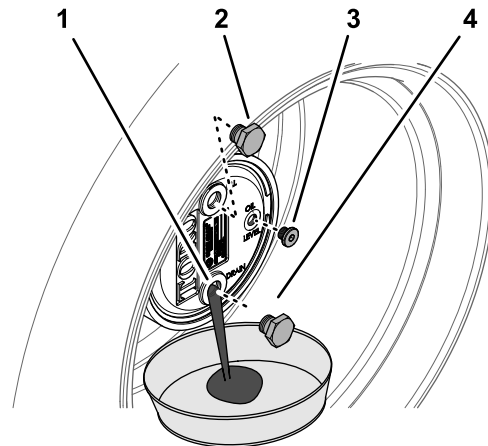

Figura 106
- Îndepărtați bușonul de umplere în poziția corespunzătoare orei 12 și bușonul de verificare în poziția corespunzătoare orei 3 (Figura 106).
- Amplasați o tavă de golire sub butucul planetar, îndepărtați bușonul de golire în poziția corespunzătoare orei 6 și lăsați uleiul să se scurgă complet (Figura 106).
- Montați bușonul de golire în orificiul de golire al carcasei mecanismului planetar (Figura 106).